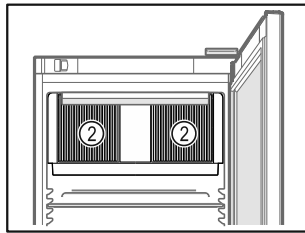

Fig. 59
- Διατηρείτε ελεύθερες τις σχισμές αερισμού Fig. 59 (2) του ανεμιστήρα στο εσωτερικό.